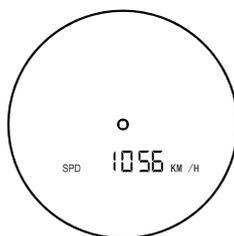

Рисунок 7
В этом режиме вы можете измерить скорость движущихся объектов. Наведите прицел на движущуюся цель, а затем нажмите кнопку включения/измерения (1). Для появления индикации на дисплее не выпускайте движущийся объект из поля зрения (рис. 7).